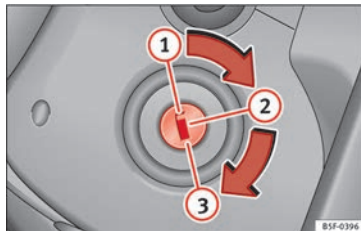

Fig. 177 Posizioni della chiave di accensione.
- Girare la chiave fino a raggiungere la posizione ① » **fig. 177**.
- Estrarre la chiave di accensione dalla posizione ① » **fig. 177** » ⚠.